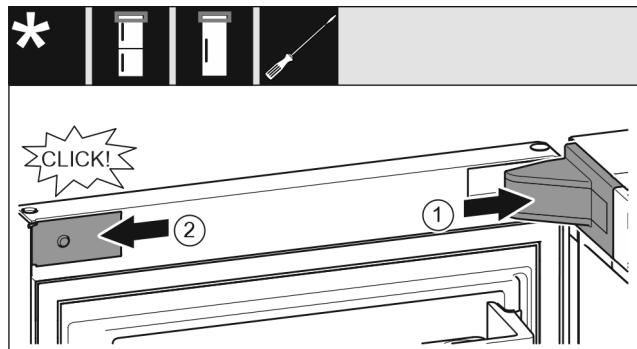

Fig. 22
- Sätt an lagerbockskyddet Fig. 22 (1) och haka i, tryck vid behov försiktigt isär det.
- Sätt an panelen Fig. 22 (2) på sidan och haka i.